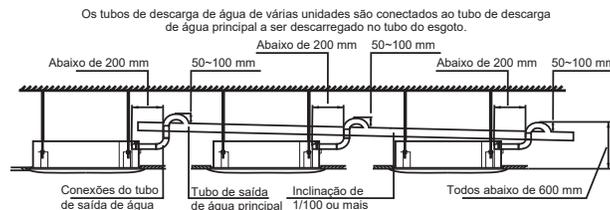

Figura 34
- Quando a saída do tubo de descarga de água for maior que a conexão de tubo para sucção de água, tente manter o tubo de descarga de água o mais vertical possível e as conexões de saída de água se dobrarão de modo que a altura do tubo de descarga de água fique dentro de uma tolerância de 600 mm de distância da base da bandeja de drenagem. Caso contrário, haverá vazão excessiva de água quando a operação for parada. Consulte a Figura 34.